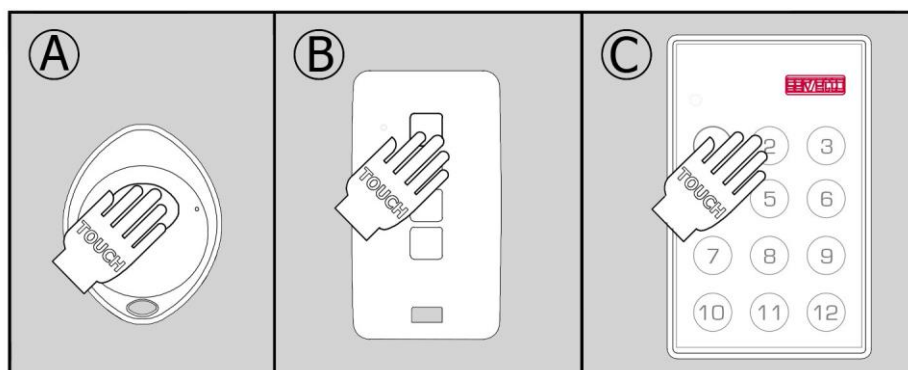

Fig.23
- 2 - Appuyer sur la touche de la télécommande souhaitée (Fig. 23) et on entend un autre Bip.
Télécommandes disponibles (fig. 23) :